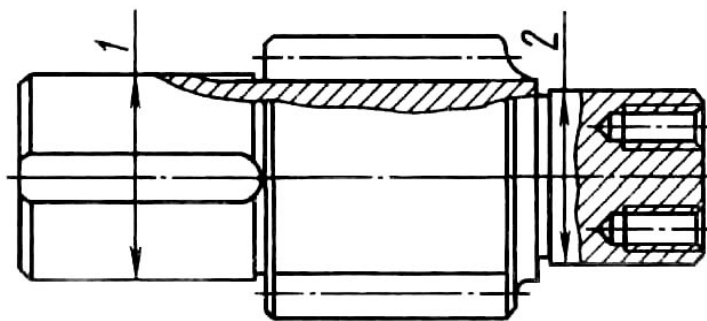

Рис.34. Расположение шеек ведущей цилиндрической шестерни:
**Ведущая цилиндрическая шестерня.** Допускаются износ шейки 2 (рис.34) под конические подшипники до диаметра 64,96 мм, шейки 1 под роликовый цилиндрический подшипник до диаметра 79,98 мм, износ зуба (см. рис.20) по толщине  $S$  до размера 13,27 мм на высоте  $h$  11,480 мм.